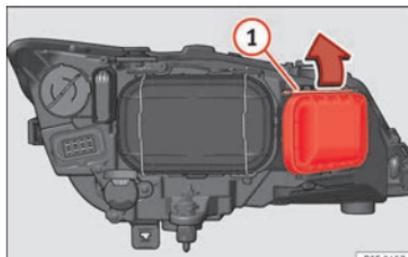

Fig. 106 Lampadina dell'indicatore di direzione.
- Far scorrere il tirante ►► fig. 106 ① nel senso della freccia e sfilare la chiusura.